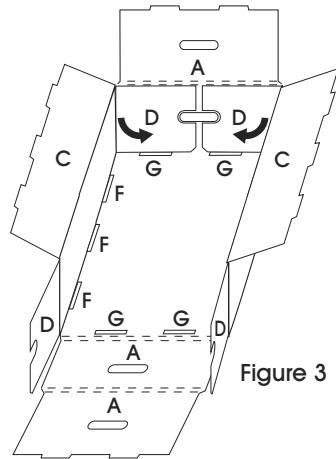

Figure 3
3. Pliez les rabats latéraux (D) de l'un des côtés sur les fentes (G). (Voir Figure 3)